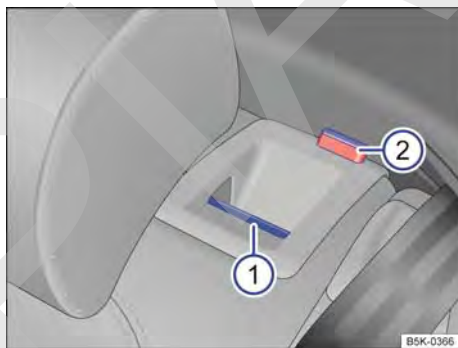

Fig. 67 En el respaldo del asiento trasero: tecla de desbloqueo ①, marca roja ②.
- Tirar de la tecla de desbloqueo → fig. 67 ① hacia adelante y, al mismo tiempo, rebatir el respaldo del asiento trasero hacia adelante.
- La parte de respaldo del asiento trasero estará desbloqueada cuando la marca roja → fig. 67 ② sea visible.
- La marca roja → fig. 67 ② ya no puede ser visible.